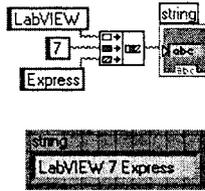

Рис. 14.2
**Concatenate Strings** – объединяет строки и одномерные массивы строк в отдельную строку. Для увеличения полей ввода данных функции следует изменить размер иконки. Пример использования функции представлен на рис. 14.2.